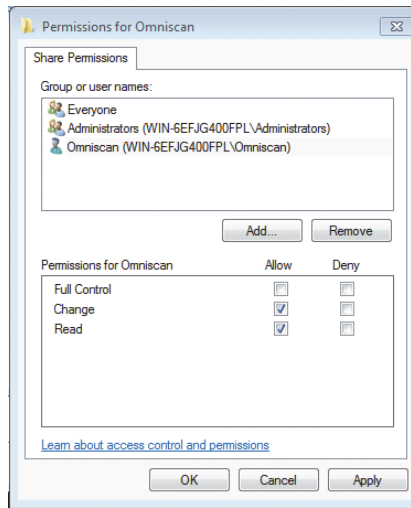

Figura 7-33 La finestra di dialogo Autorizzazioni OmniScan (Windows 7)
14. Nella finestra di dialogo **Autorizzazioni per Omniscan** (Permissions for Omniscan), selezionare la casella **Modifica** (Change) e **Lettura** (Read) nella colonna per l'utente Omniscan **Consenti** (Allow), ed in seguito cliccare **OK** (vedere Figura 7-33 a pagina 248).